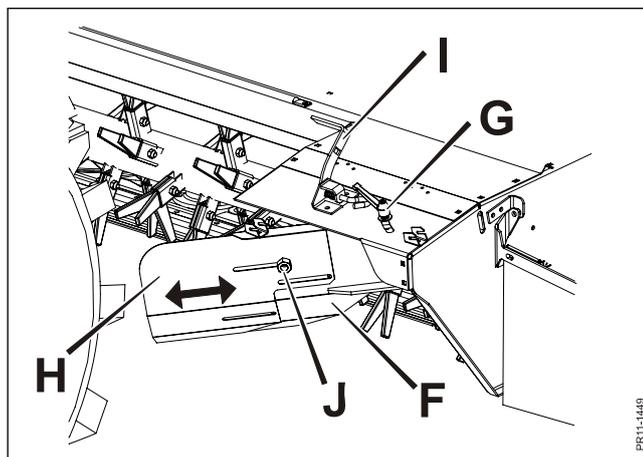

Fig. 3-14
**Fig. 3-14** Die Breite des Schwades ist einstellbar durch Drehen der Schwadbleche **F** sowie Regulierung der Schwadblechverlängerungen **H**. Den Handgriff **G** lösen und die Bleche nach außen oder nach innen rücken. Um die Schwadblechverlängerungen zu regulieren, müssen die 3 Muttern **J** gelöst werden. Falls Breitstreuen gewünscht ist, die "Top Dry" Platte mittels des Handgriffes **I** nach unten kippen, damit das Gras unter die Schwadbleche geleitet wird.